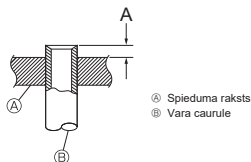

Fig. 4-2
- ① Caurules jāpievieno, sākot ar iekšējo iekārtu.
- ② Koniskie uzgriežņi jāpievelk ar momentatslēgu.
- ③ Papīriet šķidruma un gāzes caurules un uzklājiet plānu aukstumagēnta eļļas kārtu (tas veicams uzstādīšanas vietā).
1. tabula (Fig. 4-2)